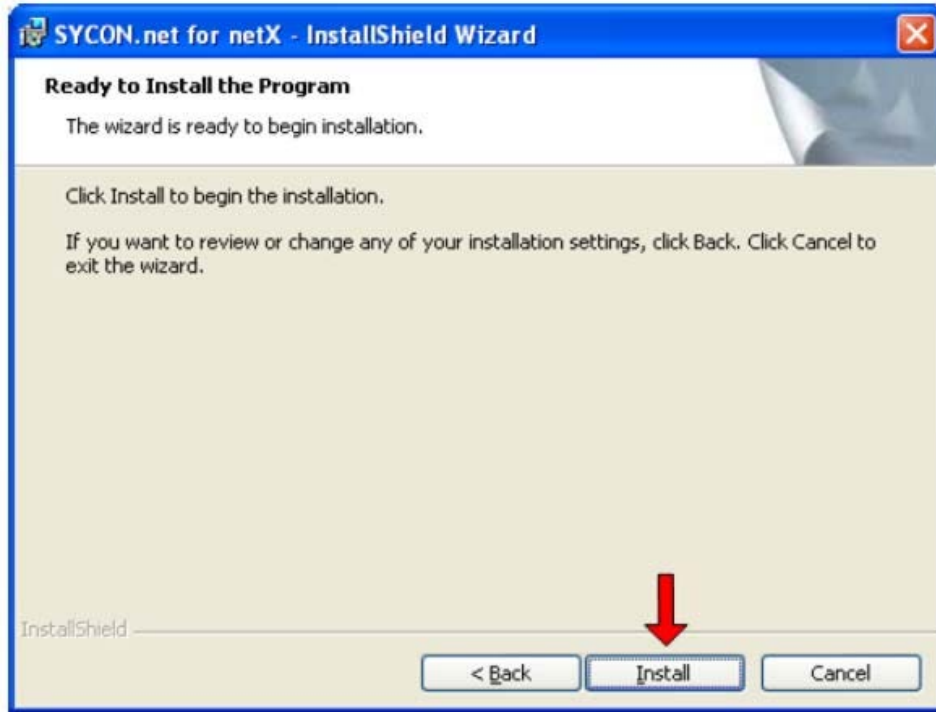

图 10
8) 单击 “Install” ，开始安装，如图 10 所示：